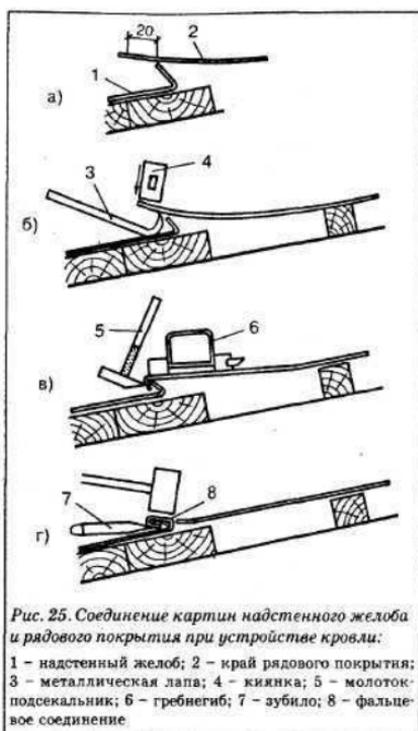

Рис. 25. Соединение картин надстенного желоба и рядового покрытия при устройстве кровли:
При укладке рядовых картин в последнюю очередь делают фальцевые соединения с надстенными желобами. Одинарный фальц, связывающий надстенный желоб и рядовое покрытие, делается следующим образом (рис. 25):
- ❖ нижний продольный край рядового покрытия 2 укладывается на заранее сделанный отгиб надстенного желоба 1. Затем рядовое покрытие обрезается так, чтобы осталась свисающая кромка шириной не более 20 мм (рис. 25 а);
- ❖ с помощью металлической лапы 3 и киянки 4 обрезанная кромка рядового покрытия заггибается вниз (рис. 25 б);
- ❖ кромка рядового покрытия подгибается внутрь фальцевого отверстия надстенного желоба (рис. 25 в);
- ❖ фальцевое соединение уплотняется зубилом и киянкой (рис. 25 г).